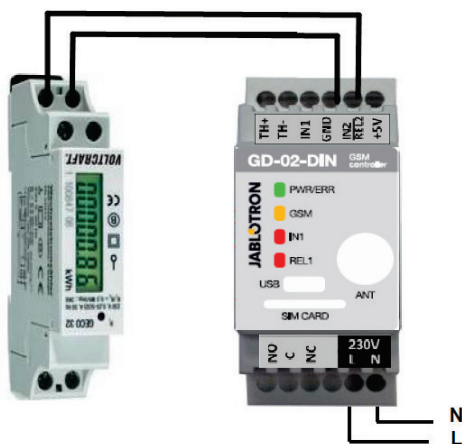

Figure 6: Mode de mesure de l'électricité
- Ce mode nécessite une connexion entre la sortie d'impulsion et le compteur d'électricité secondaire en utilisant les bornes IN2 et GND sur GD-02-DIN (voir la figure 6). Le compteur d'électricité peut être monophasé ou triphasé.